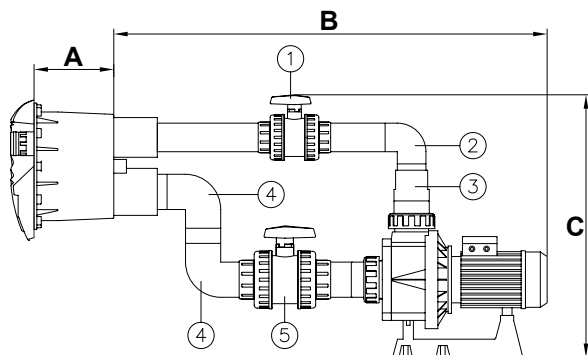

Fig. 7
- Incollare un tubo $\varnothing 75$ mm (*) alla presa di mandata della nicchia (vedi fig. 7).
- Incollare la valvola $\varnothing 75$ mm (n.1, Fig. 7) al tubo $\varnothing 75$ mm (*).
- Incollare il tubo $\varnothing 75$ mm (*) alla valvola $\varnothing 75$ mm (n.1, Fig. 7).
- Incollare il gomito $\varnothing 75$ mm. (n.2, Fig. 7) al tubo $\varnothing 75$ mm (*).
- Incollare il tubo $\varnothing 75$ mm (*) al gomito (n.2, Fig.7).
- Incollare la riduzione conica 90/75/63 mm (n.3, Fig. 7) al gomito $\varnothing 75$ mm (n.2, Fig. 7) e al raccordo della pompa $\varnothing 90$ mm.
- Usando un tubo $\varnothing 90$ mm (*), incollare un gomito $\varnothing 90$ mm (n.4, Fig.7) alla presa di aspirazione della nicchia (vedi Fig. 7).
- Usando un tubo $\varnothing 90$ mm (*) si unirà l'altro gomito $\varnothing 90$ mm. (n.4, Fig.7) al gomito già incollato (vedi Fig. 7).
- Incollare la valvola $\varnothing 90$ mm (n.5, Fig. 7) al gomito (n.4, Fig. 7) utilizzando un tubo $\varnothing 90$ mm (*) per unirli.
- Incollare un tubo $\varnothing 90$ mm (*) alla valvola (n.5, Fig. 7) ed al raccordo della pompa $\varnothing 90$ mm.